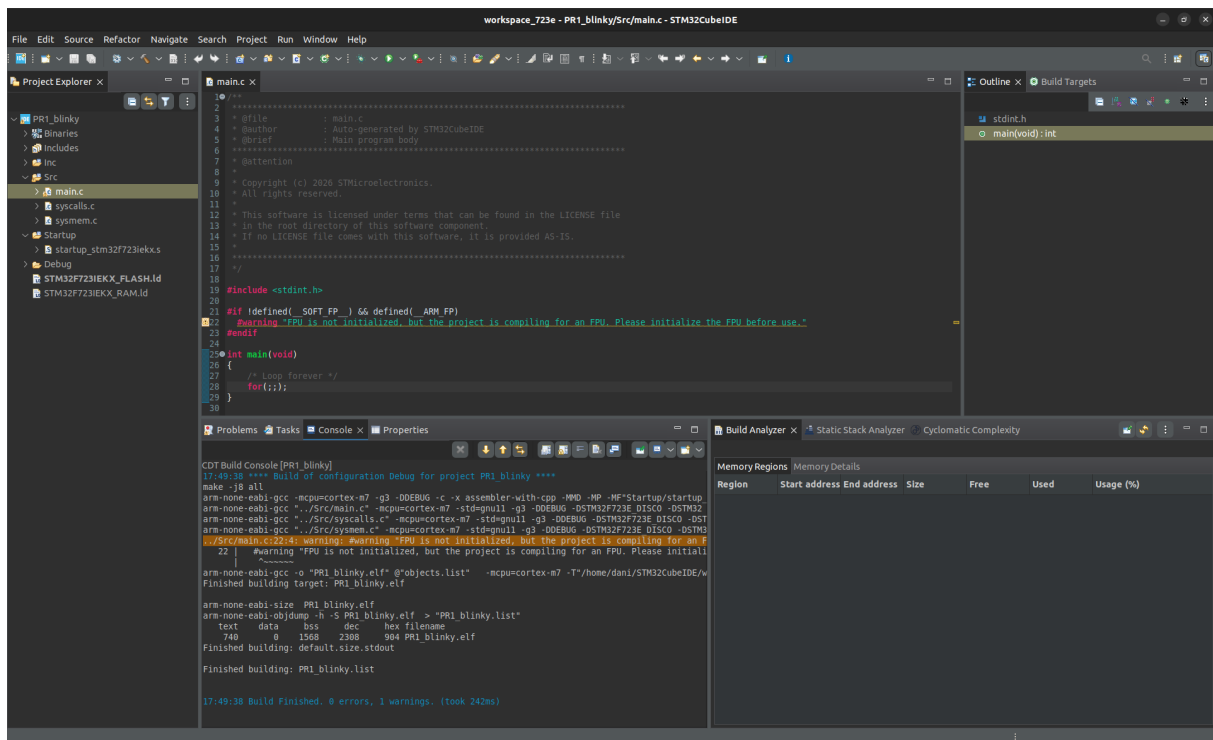

Figura 11: Log tras construir la aplicación
2. Con el archivo abierto, haz click en el martillo (build) que se encuentra en la barra superior de tareas. Verás el log de compilación en la terminal (Figura 11).